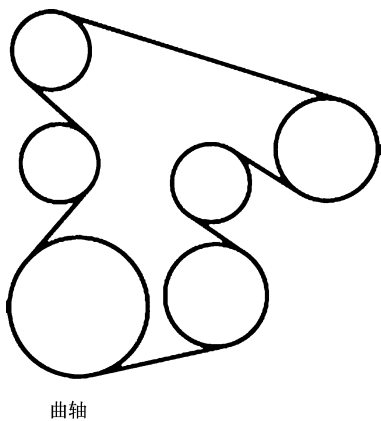

图 23-121 ACURA RDX 轿车 2.3T 发动机传动带盘绕路径
- 3) 拆卸发动机传动带并记下传动带盘绕路径，如图 23-121。